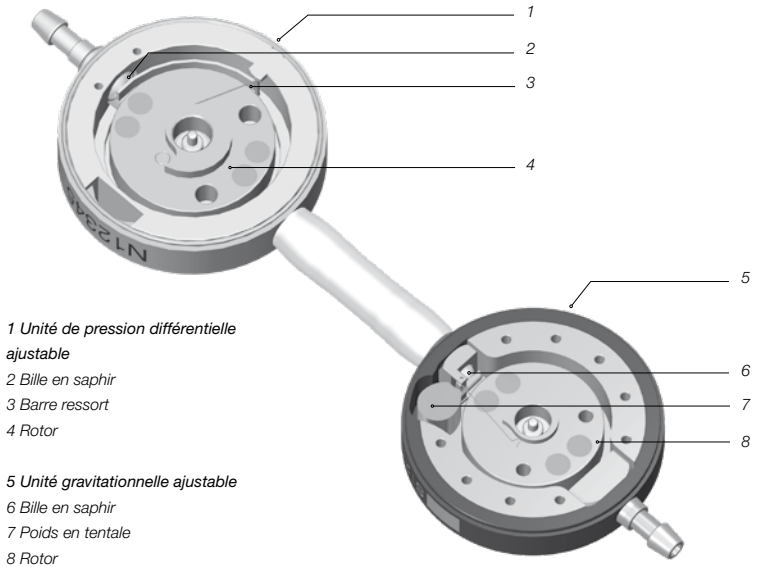

Fig. 1: Vu en coupe de la M.blue plus
M.blue plus est une valve fabriquée en titane. Elle se compose d'une unité de pression différentielle ajustable (également appelée ci-après *proGAV 2.0*) et d'une unité gravitationnelle ajustable (également appelée ci-après *M.blue*) (fig. 1). L'unité de pression différentielle ajustable située dans la partie proximale de la valve (1) se compose d'un robuste boîtier en titane dans la partie avant duquel a été intégrée une valve de bille-dans-cône confirmée (2). Une barre ressort (3) définit la pression d'ouverture de cette unité. Via un rotor (4) en appui rotatif, il est possible d'ajuster à travers la peau la précontrainte du ressort, donc la pression d'ouverture de la valve.